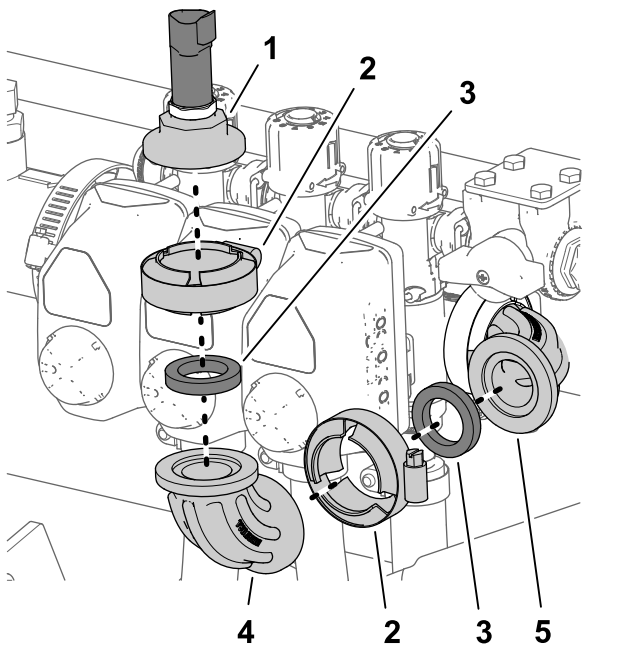

Figure 31
1. Retirez le collier à bride qui fixe le chapeau du raccord à orifice, le transducteur de pression et le joint au raccord coudé à 90° au bout de la vanne de section droite, et déposez le chapeau, le transducteur et le joint (Figure 31).
- Déposez le collier à bride, le raccord coudé à 90° (sans orifice) et le joint du raccord coudé à 90° à orifice (Figure 31).
- Placez le chapeau de raccord et le joint devant le raccord coudé à 90° au bout de la vanne de section droite (Figure 31).
- Fixez le chapeau de raccord et le joint sur le raccord coudé à 90° à l'aide du collier à bride (Figure 31).